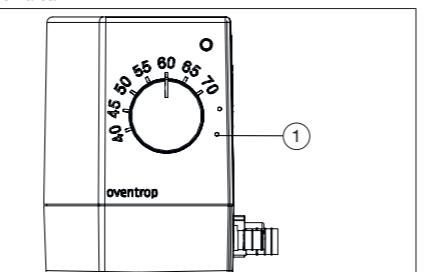

Fig. 3: Montarea ventilului de reglare
1. Închideți cele 4 robinete sferici (3) marcați în fig. 3 ai setului de racordare cu robineti sferici.
6. Deschideți ventilul de golire (vezi fig. 3 (2)).
11. Închideți ventilul de aerisire și golire (vezi fig. 3).